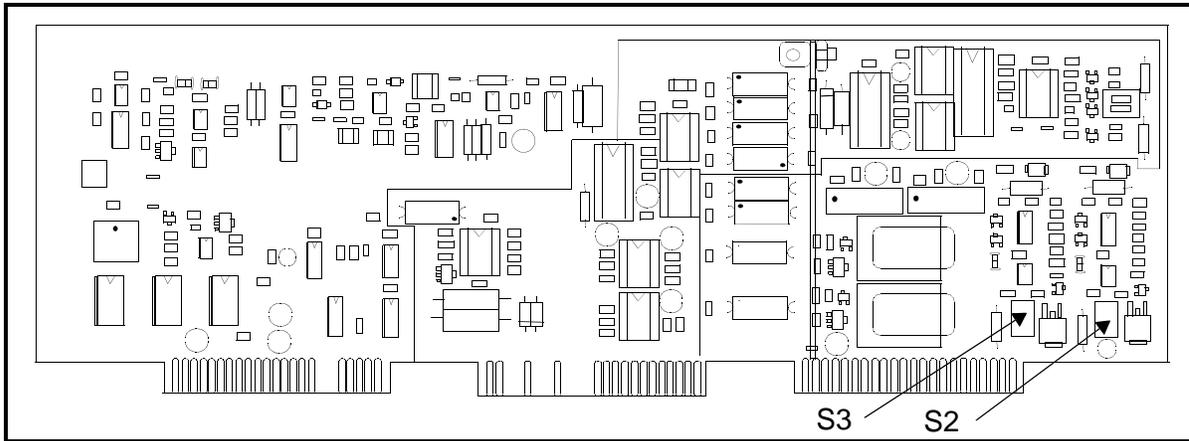

Figura 2-15: Tarjeta de canal - Ubicaciones S2 y S3
1. Localice los bloques de interruptores S2 y S3 (vea la Figura 2-15 en la página siguiente). El bloque de interruptores S2 controla la señal de salida para la Grabadora A y el bloque de interruptores S3 controla la señal de salida para la Grabadora B.